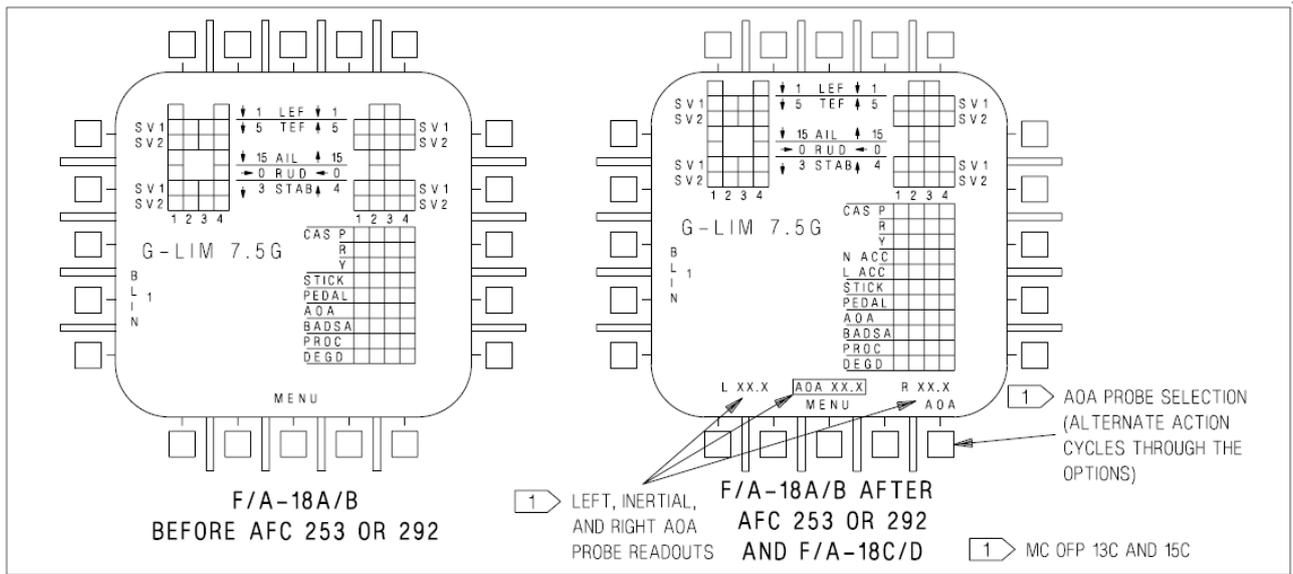

Figure 2-16. FCS Status Display
2.8.4.7 FCS Status Display. An FCS status display (figure 2-16) may be selected on a DDI. At top center, the display presents left and right leading edge flap (LEF), trailing edge flap (TEF), aileron (AIL), rudder (RUD), and stabilator (STAB) positions in degrees with arrows which indicate the direction from neutral. For example, the control positions shown in the figure are: left LEF 1° leading edge down, right LEF 1° leading edge down, left TEF 5° trailing edge down, right TEF 5° trailing edge up, left AIL 15° trailing edge down, right AIL 15° trailing edge up, both RUD 0° , left STAB 3° trailing edge down, right STAB 4° trailing edge up. The tolerance for all control position indications is $\pm 1^\circ$. The numbers and arrows change as control surface deflections change. At 0° (neutral), the arrows may point in either direction. A blank is displayed where the number is unreliable.
FSC ステータスディスプレイ。DDI で FSC ステータスディスプレイ (Figure2-16) が選択できる。頂部の中心は、左右の前縁フラップ (LEF)、フラップ (TEF)、エルロン (AIL)、ラダー (RUD)、水平安定板 (STAB) の位置を角度で、中立位置からの方向を示す矢印を伴って表示している。例えば、制御位置を図で: 左 LEF1° 前縁下げ、右 LEF1° 前下げ、左 TEL5 ページ 5° 後縁下げ、右 TEL5° 後縁上げ、左 15° 後縁下げ、右 AIL15° 上げ、両方のラダーは 0° 、左 STBA3° 後縁下げ、右 STBA4° 後縁上げを示す。各表示の公差は $\pm 1^\circ$ である。数字と矢印は動翼が動作すると変わる。0° (中立) では、矢印はどちらかの方向を示す。その場所の数値が信頼できない場合は空白表示となる。